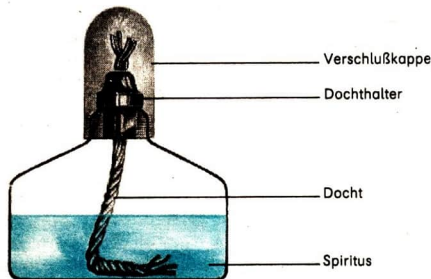

Abb. 13
**Spiritusbrenner.** An manchen Schulen werden Spiritusbrenner verwendet (Abb. 13). Sie enthalten leicht brennbaren Spiritus und müssen besonders vorsichtig benutzt werden. Der Docht muß stets fest in seinem Halter stecken und soll etwa 1...2 cm nach oben herausragen. Beim Entzünden des Spiritusbrenners wird die Kappe abgenommen und der Docht entflammt. Zum Löschen des Brenners wird die Kappe wieder aufgesetzt. Danach wird sie erneut abgenommen und erst nach dem Abkühlen des Brenners wieder aufgesetzt. Die Flamme darf nicht ausgeblasen werden!